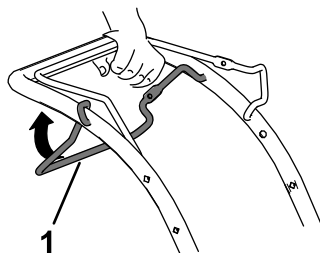

Figure 13
- Pour engager l'autopropulsion, serrez et maintenez la barre d'autopropulsion contre le guidon (Figure 13).